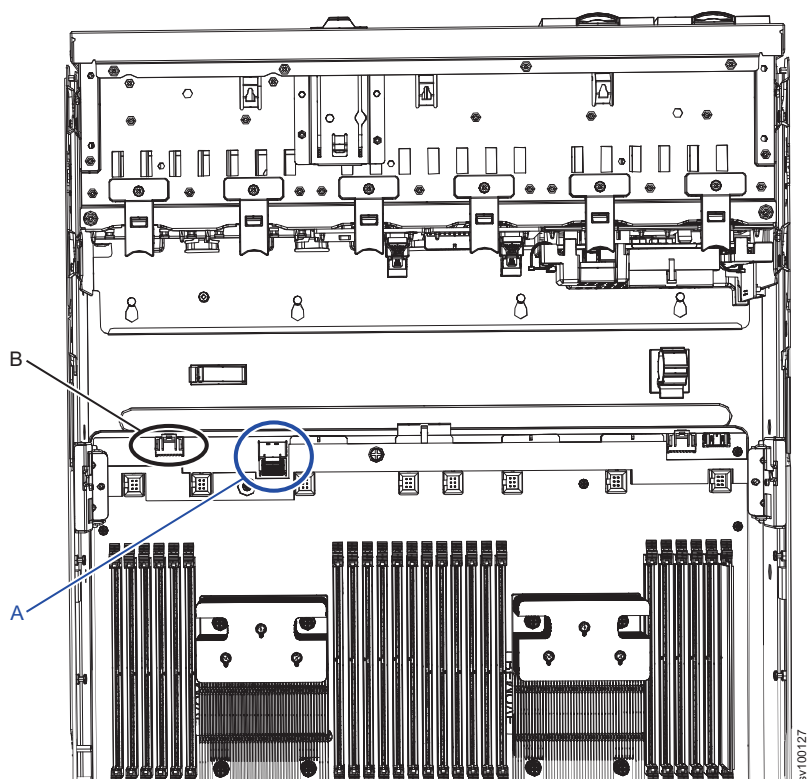

図 268. 2145-SV1 メイン・ボード上にあるオペレーター情報パネル・ケーブルのケーブル・コネクタ
3. 355 ページの図 268 に示すように、メイン・ボード上の適切なコネクタに各ケーブルを接続します。